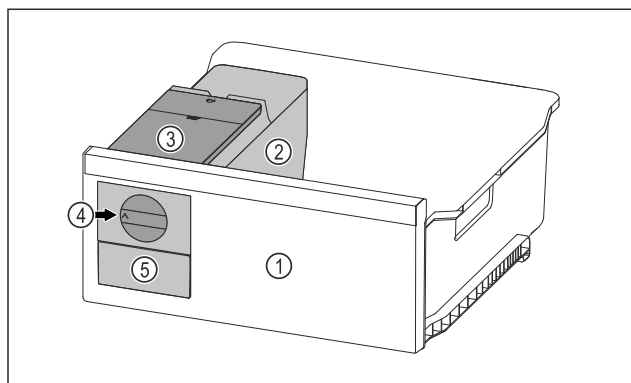

Fig. 155 Représentation à titre d'exemple
- Tourner le bouton rotatif *Fig. 155 (4)* dans le sens horaire jusqu'à la butée.
- Les glaçons tombent du bac à glaçons dans le tiroir à glaçons *Fig. 155 (5)*.